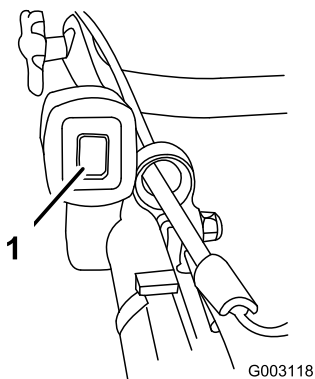

Figure 28
1. Poussez le commutateur d'allumage en position arrêt (Figure 28).